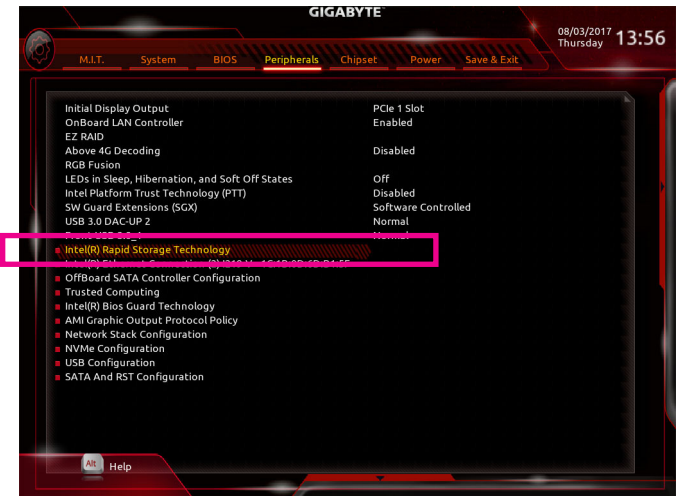

图7
重开机后，请进入BIOS程序设定画面，再进入「Peripherals\Intel(R) Rapid Storage Technology」子选单(图7)。